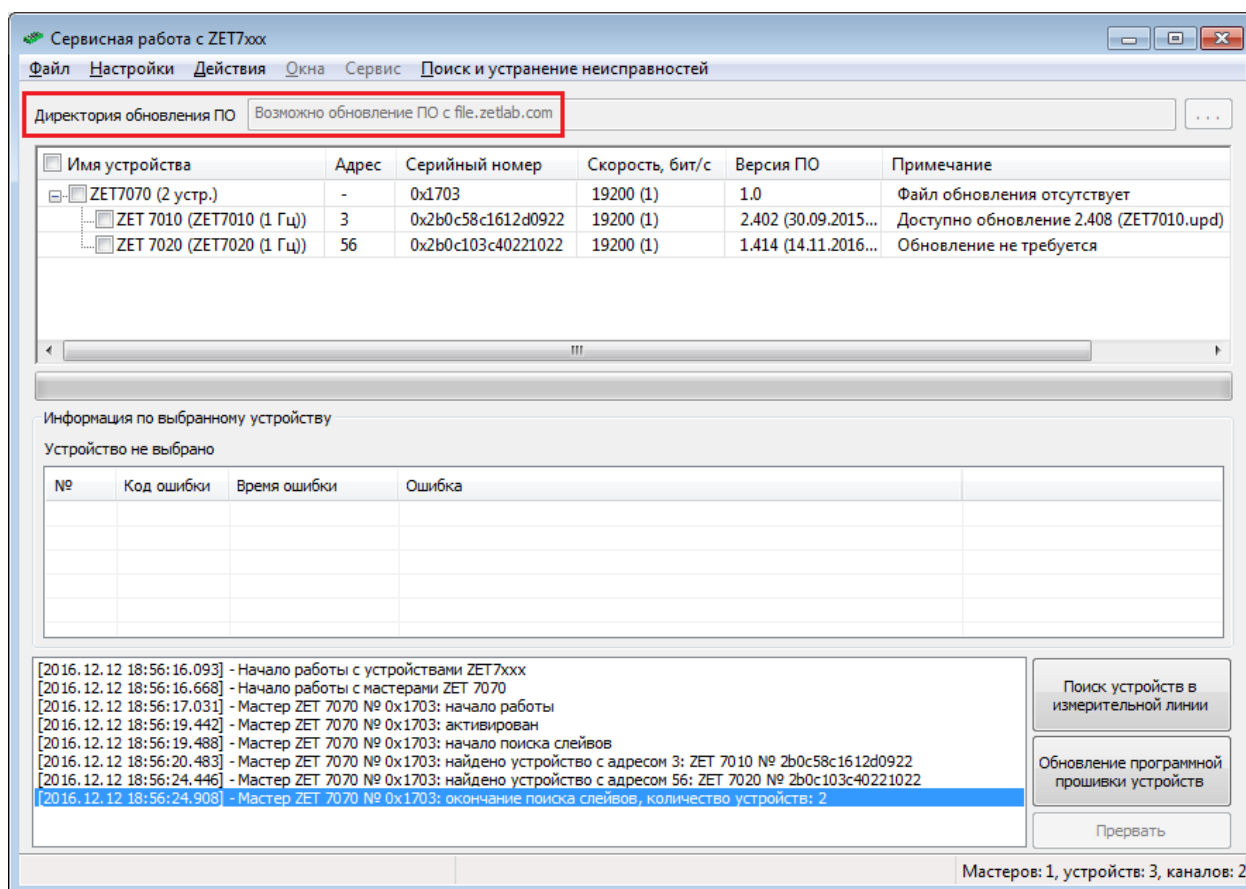

Рис.6.1 Путь к серверу с файлами обновлений программной прошивки
1. Запустить программу «Сервисная работа с ZET7xxx» и убедиться в том, что открыт доступ к серверу с файлами обновления. В графе «Директория обновления ПО» должен отображаться путь к серверу *file.zetlab.com* (Рис.6.1). Если доступ к серверу отсутствует, то следует проверить подключение компьютера к глобальной сети интернет.